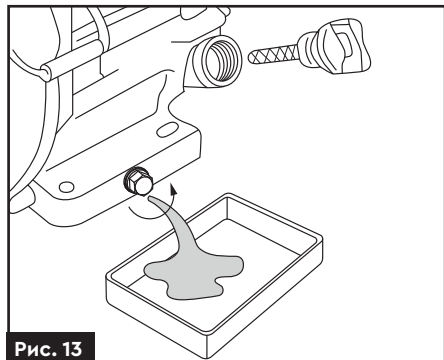

Рис. 13
- » після обкатки обов'язково замініть оливу в двигуні. Для заміни оливи – відкрутіть пробку, яка розташована у нижній частині картера ДВЗ (рис. 13). Оливу найкраще зливати, поки двигун ще не охолонув після роботи, в цьому разі олива зіллється швидко. Після заміни оливи перевірте рівень оливи та, за необхідності, долийте оливу.